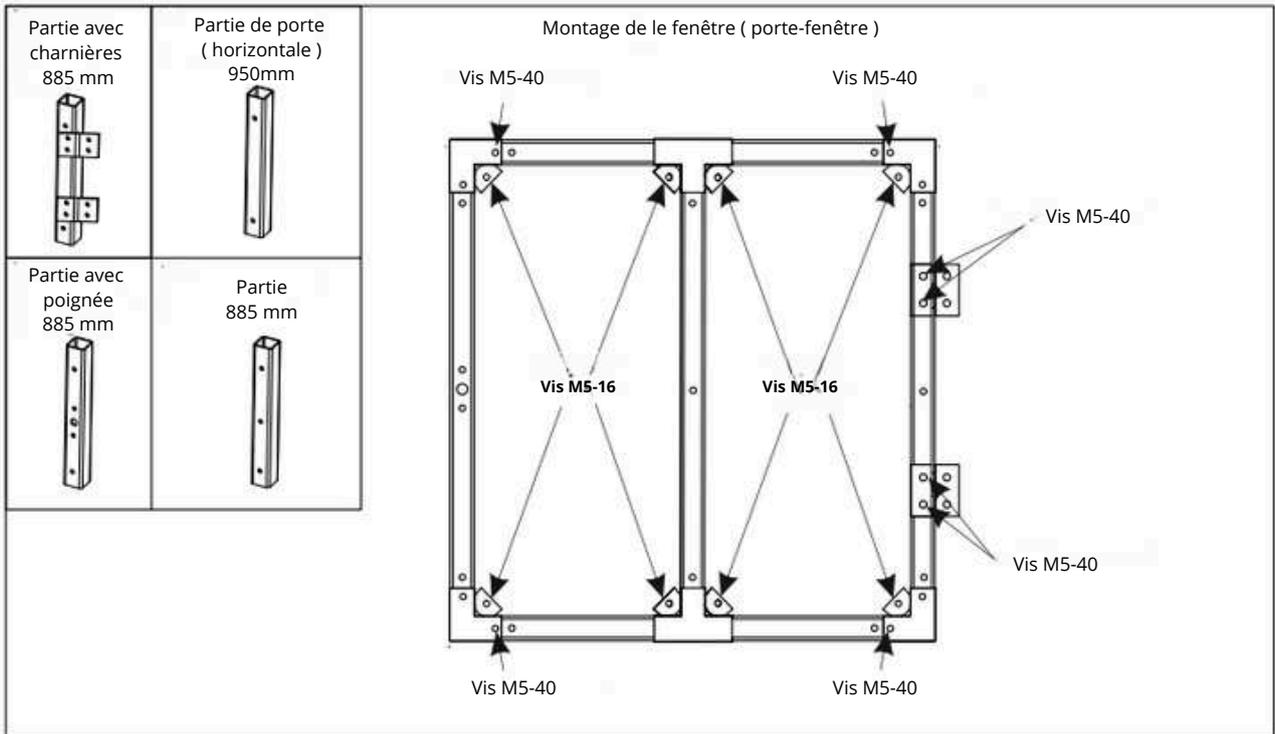
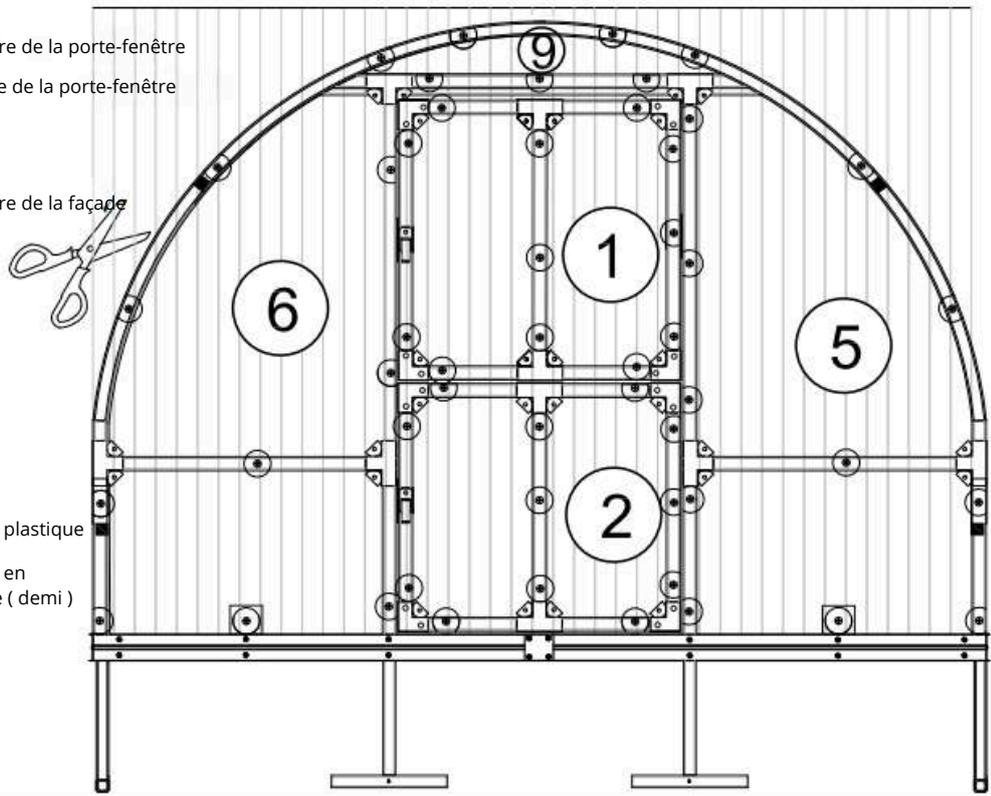

Fig. 16
Fig. 18
**21** - Assemblage de la porte-fenêtre. Connectez toutes les pièces fournies dans l'ensemble de la porte en un ensemble complet. Utilisez les marques sur les fixations pour les vis, en serrant fermement les vis avec des boulons M5-16 et des écrous. Fixez les supports verticaux de la porte aux supports de porte avec des boulons M5-16 et des écrous. **NOTE : La porte doit être fixée aux supports de porte avec la porte fermée, via le canal en polycarbonate aux points désignés. VOIR FIG. 16 et 17.** Après avoir fixé le cadre de la porte, placez-le dans la partie avant de la porte en polycarbonate de la serre et la fenêtre arrière. **VOIR FIG. 18 et 19.**